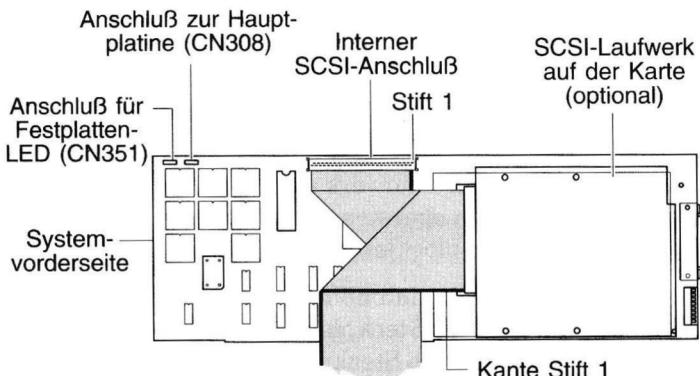

Abbildung 5. Anschließen des Flachbandkabels an die Karte
5. Schließen Sie das Flachbandkabel an die Karte an. Richten Sie dabei Stift 1 des Kabelanschlusses (farbige Kante) auf Stift 1 auf der Karte aus (siehe Abbildung 5).
6. Schließen Sie das Flachbandkabel an das Festplattenlaufwerk (falls montiert) auf der Karte an (siehe Abbildung 5). Achten Sie dabei darauf, Stift 1 des Kabelanschlusses auf Stift 1 auf dem Gerät auszurichten. Stift 1 wird normalerweise durch einen Pfeil (\leftarrow) oder durch die Zahl 1 gekennzeichnet.
8. Ziehen Sie das Kabel zur Festplatten-LED (falls angeschlossen) von der Hauptplatine ab und schließen Sie es an den Anschluß für die Festplatten-LED (CN351) auf der A4091-Karte an (siehe Abbildung 5).
9. Soll die Festplatten-LED auch bei IDE-Laufwerken aufleuchten, schließen Sie das LED-Verbindungsleitungskabel (wird mit der A4091-Karte mitgeliefert) an den LED-Anschluß auf der Hauptplatine und an den Anschluß zur Hauptplatine (CN308) auf der A4091-Karte an (siehe Abbildung 5).